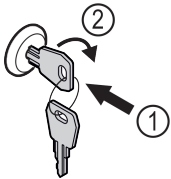

Fig. 152
- ▶ Inserire la chiave. Fig. 152 (1)
- ▶ Ruotare la chiave di 90° in senso orario. Fig. 152 (2)